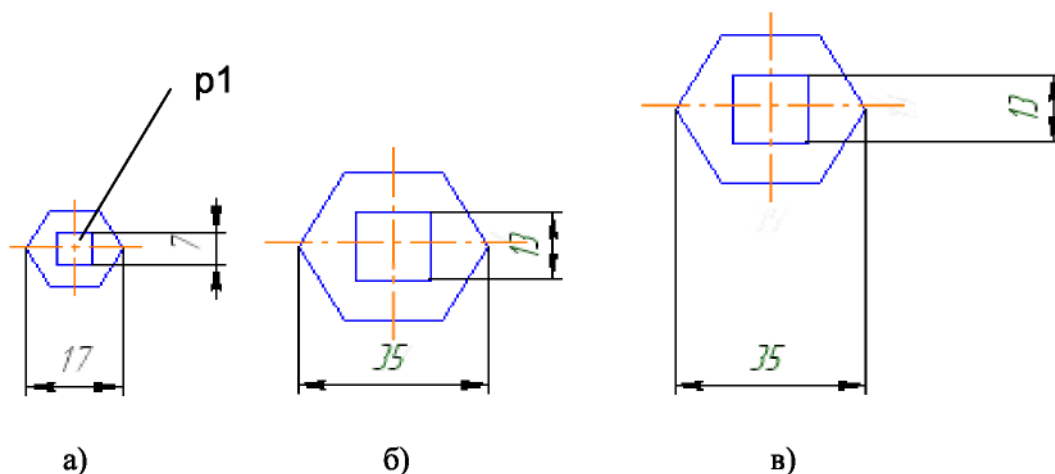

Рис. 4.7. - Примеры масштабирования объектов
Если среди выделенных объектов имеются размеры, то их номинальные значения будут откорректированы в соответствии с масштабным коэффициентом. Для управления выносными линиями размеров в **Панели свойств** имеются переключатели:  - **Не масштабировать** и  - **Масштабировать**. Работа переключателей проиллюстрирована на рис. 4.7а, б, в. На рис. 4.7а показано исходное изображение фрагмента, на рис. 4.7 б - масштабирование при включенном переключателе  и на рис. 4.7 в - масштабирование при включенном переключателе . Одни и те же выделенные объекты могут быть масштабированы несколько раз за одно обращение к команде.
- 3) после задания в Панели свойств масштабного коэффициента, необходимо указать точку, относительно которой будет происходить масштабирование. Такая точка на рис. 4.7 а обозначена - **точка p1**;